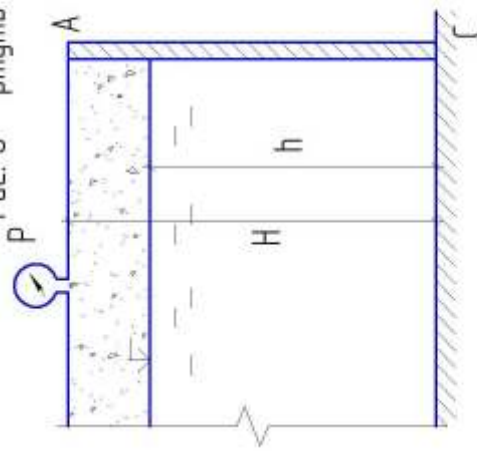

Рис. 11
17. Закрытый бак частично заполнен водой (рис.11). Давление воздуха на поверхности воды $p = 4,5$ ат. Требуется: 1) построить эпюру давления на боковую стенку АС, если ее высота $H = 8$ м, ширина $B = 5$ м (на рисунке не показана), глубина воды $h = 6$ м. 2) найти силу суммарного давления воздуха и воды на стенку и точку приложения (центр давления) этой силы.